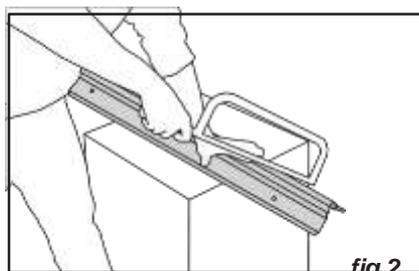

fig.2
- Cortar o núcleo de alumínio à medida, utilizando uma serra circular ou uma serra de arco (fig. 2).